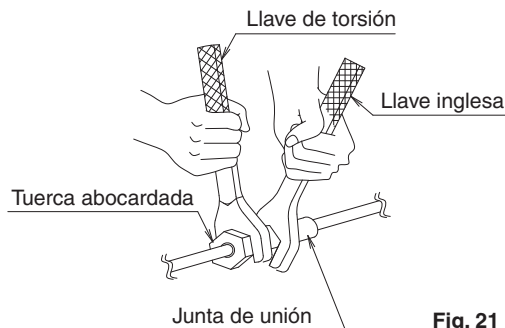

Fig. 21
- Al conectar la tubería al acondicionador de aire, asegúrese de utilizar una llave inglesa y una llave de torsión tal y como se muestra en la Fig. 21.
- Antes de soldar tuberías de refrigerante, deje fluir nitrógeno a través de la tubería de refrigerante y sustituya el aire con nitrógeno (NOTA 1). **(Refiérase a la Fig. 24)** A continuación, suelde (NOTA 2). Tras finalizar las tareas de soldadura, lleve a cabo la conexión abocardada con la unidad interior. **(Refiérase a la Fig. 21)**